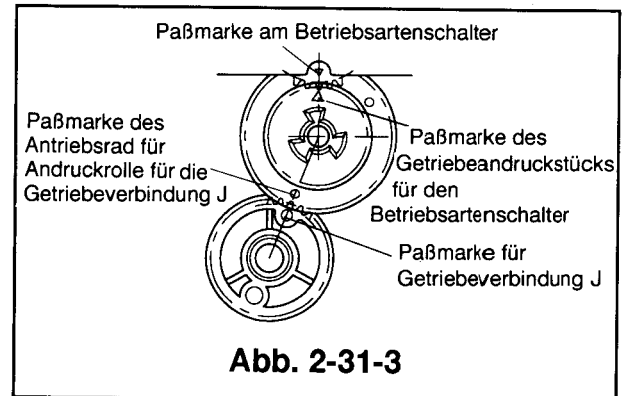

Abb. 2-31-3
- ③ Das Laufwerk mit der rechten Seite nach oben aufstellen. Darauf achten, daß die Paßmarke des Antriebsrad Andruckrolle der Getriebeverbindung J übereinstimmt. (Beim Umdrehen des Laufwerks die Getriebeverbindung J in ihrer richtigen Stellung festhalten.) (Siehe Abb.2-31-3.)
- ④ Die Lademotoreinheit (mit der Motorhalterung) installieren (Siehe Artikel 2-29).
- ⑤ Den Antriebsriemen installieren (Siehe Artikel 2-28).